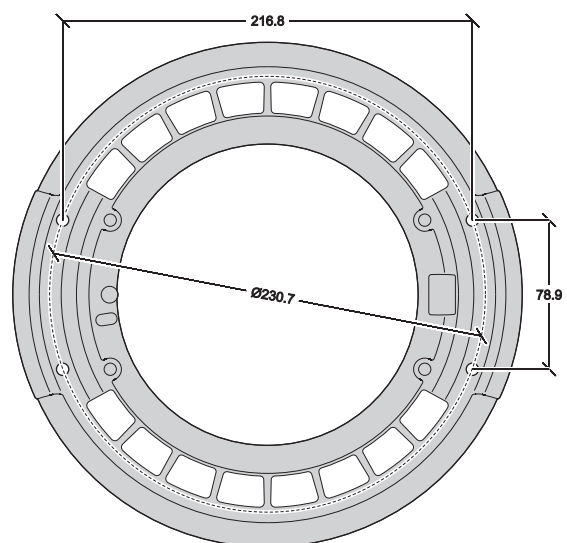

Bild 13: Lochbild der Lampenabdeckung
Warnung! Schrauben zur Befestigung von Adaptern oder Handgriffen dürfen nur in den werksseitig vorgesehenen Gewinden an der Rückseite des Kopfes befestigt werden (markierte Bohrungen in Bild 13). Verwenden Sie keine anderen Methoden zur Installation von Zubehör. Die Schrauben dürfen höchstens 15 mm in den Kopf ragen. Längere Schrauben können Kabel im Inneren des Kopfes beschädigen und lebensgefährliche Stromschläge verursachen.
- An der Lampenabdeckung des MAC III Profile befinden sich vier Bohrungen (Bild 13) zur Befestigung des Adapters.
Adapter dürfen die Bewegung des Kopfes nicht einschränken. Beachten Sie das Lochbild in Bild 13.
Die Masse in Bild 13 sind in Millimeter angegeben: